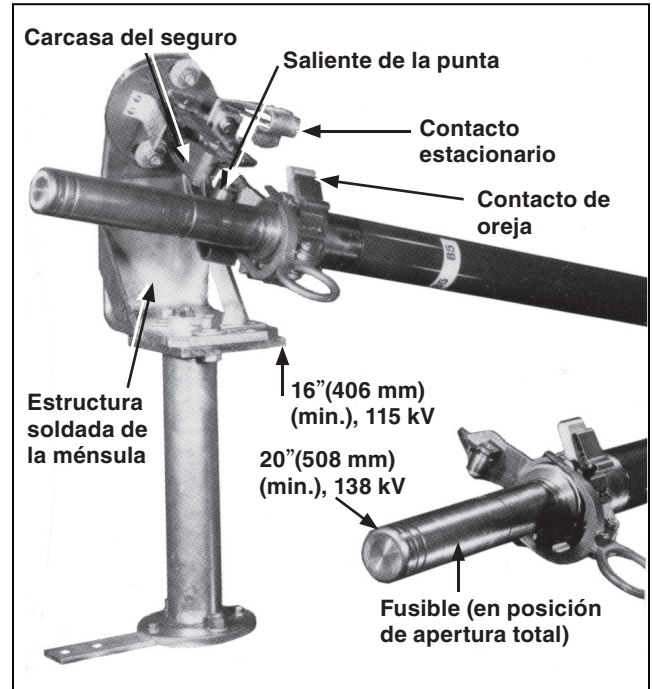

Figura 4. Separación abierta mínima, y alineamiento correcto de la saliente de la punta con la carcasa del seguro—soporte estilo horizontal y pedestal.
PASO 7. En la fábrica, se les aplicó una capa de grasa antioxidante NO-OX-ID® “A Special” (distribuida por Sanchem Incorporated) a las superficies del contacto estacionario del conjunto de contacto superior y del seguro así como a las del conjunto del contacto inferior y de bisagra. (En la Figura 4 vea la ubicación relativa de dichas superficies en el conjunto del contacto superior y del seguro). Corrobore la presencia de dicha grasa antioxidante, y que ésta siga libre de contaminantes. De ser necesario, limpie las superficies de contacto con un solvente que no sea tóxico ni inflamable y aplique una capa de grasa antioxidante NO-OX-ID “A Special” o una parecida con compuesto lubricante no metálico.
Afloje las tuercas de los dos tornillos que sujetan la carcasa de la bisagra a su estructura soldada de la ménsula. Acerque el conjunto del fusible a la posición **Cerrada**, pero no ponga el seguro. Levante el extremo superior del conjunto del fusible sobre el eje longitudinal del conjunto del contacto superior y del seguro. Mantenga el conjunto del fusible en esta posición y apriete las tuercas que se aflojaron previamente. Luego, con el conjunto del fusible apoyándose en el conjunto del contacto inferior y de bisagra, verifique y asegúrese de que la saliente de la punta de la terminal viva superior haga contacto con la carcasa del seguro aproximadamente centrado. Vea la Figura 4 en la página 9. Haga reajustes si es necesario.
PASO 2. *Soportes Estilo Horizontal y Pedestal:* Una vez más, acerque el conjunto del fusible a la posición **Cerrada** y verifique que los contactos de oreja hermanen bien con los contactos estacionarios. Vea la Figura 4 en la página 9. De ser necesario, afloje los tornillos de montaje que aseguran la carcasa del seguro a su estructura soldada de la ménsula y gire la carcasa del seguro según se necesite para obtener el enganche correcto de los contactos. Apriete los tornillos de montaje sólo lo suficiente para mantener el ajuste. Cuando el ajuste esté correctamente hecho, los contactos de oreja del conjunto del fusible hermanarán perfectamente con las superficies contorneadas de los contactos estacionarios conforme el conjunto del fusible se acerque a la posición **Cerrada**.
PASO 4. Coloque el conjunto del fusible en el soporte en la posición de **Abierta**. En los soportes estilo horizontal y pedestal, mueva la palanca del seguro, que se ubica en el conjunto del contacto inferior y de bisagra, a la posición **Cerrada**. Con el fusible en la posición de **Abierta** total, verifique para asegurarse de que exista una separación de por lo menos 16 pulgadas (406 mm) (soportes de 115 kV) o 20 pulgadas (508 mm) (soportes de 138 kV) entre el tubo liberador del fusible y el pedestal que sostiene el conjunto del contacto superior, como se ilustra en la Figura 4 en la página 9. Sin embargo, en ningún caso, la separación deberá ser seis pulgadas (152 mm) mayor que el valor mínimo especificado. De ser necesario, vuelva a ajustar las partes vivas para obtener la distancia de separación abierta correcta, teniendo cuidado de mantener los ajustes que se hicieron en los Pasos 1, 2 y 3. Asimismo, asegúrese de que ningún conductor de circuito invada estas distancias de separación abierta después de que se hayan hecho las conexiones eléctricas en el soporte. A continuación, mueva el conjunto del fusible a la posición **Cerrada** para verificar el funcionamiento de cierre con seguro del fusible. Verifique que haya buen cierre del seguro empujando el conjunto del fusible por la férula superior de manera tal que, el conjunto del fusible quede contra su tope. Luego suéltelo. Se debe sentir una resiliencia clara.
PASO 4. *Terminales Vivas del Fusible Sin Utilizar:* En la fábrica, se les aplicó una capa de grasa antioxidante NO-OX-ID® "A Special" a las superficies de los contactos de oreja de la terminal viva superior y a los de la terminal viva inferior. En la Figura 4 en la página 9, vea la ubicación relativa de dichas superficies en la férula superior. Corrobore la presencia de dicha grasa antioxidante, y que ésta siga libre de contaminantes. De ser necesario, limpie las superficies de contacto con un solvente que no sea tóxico ni inflamable y aplique una capa de grasa antioxidante NO-OX-ID "A Special" o una parecida con compuesto lubricante no metálico.